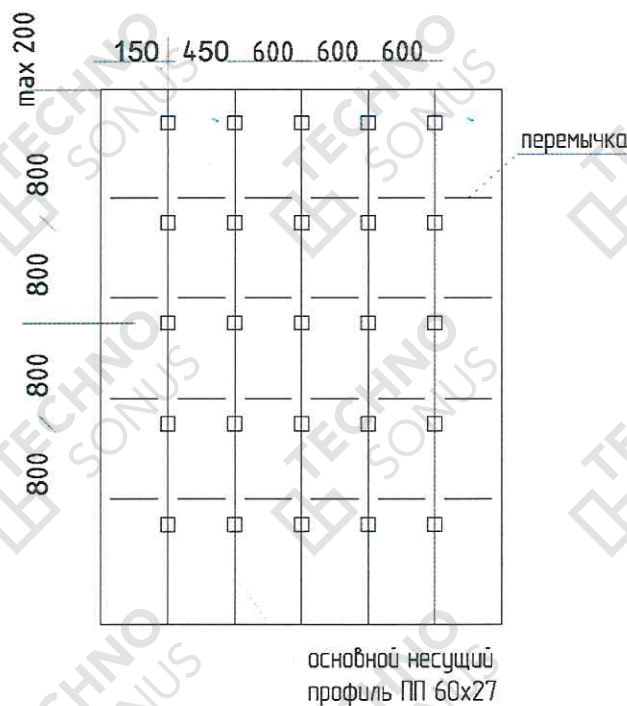

Рисунок 22 – Схема расположения виброподвесов
6.4. В соответствии с разметкой крепим на изолируемую поверхность виброподвесы Сонокреп ЕП 20/30/М6 с помощью фиксирующих крепежных элементов (фиксирующие крепежные элементы подбираются самостоятельно в зависимости от состава изолируемого основания, функциональности помещения и требований к безопасности). Первый виброподвес устанавливается от стены на расстоянии 150 мм вдоль которой будет крепиться основной (несущий) профиль, от перпендикулярной стены отступаем не менее 200 мм. Следующий ряд виброподвесов устанавливается через 450 мм от первого ряда. Далее шаг профилей 600 мм параллельно основным профилям. Шаг виброподвесов 800 мм по основному профилю. На перемычки виброподвесы не устанавливаются (смотри рисунок 22).